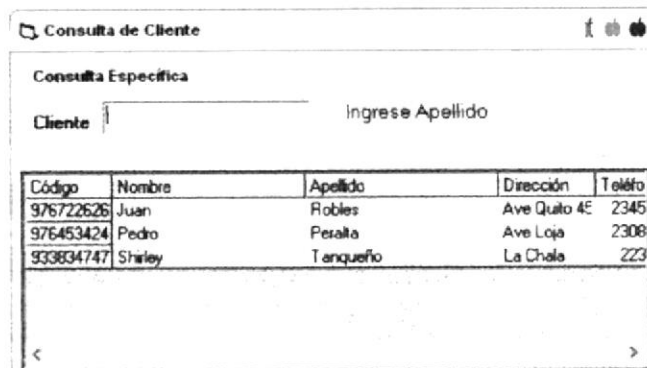

Figura 4.34 Pantalla de Consulta de Cliente
1. Dar clic en el botón de Búsqueda  y aparecerá la pantalla de consulta de clientes. (Ver Figura 4.34).
2. Elija el cliente que desea modificar dando doble clic en el nombre de este en la Pantalla "Consulta de Cliente" (Ver Figura 4.34) y volverá automáticamente a la pantalla anterior, con todos los campos llenos.